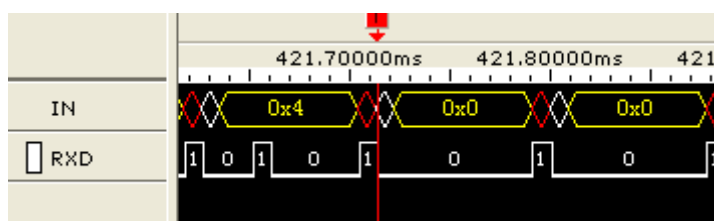

图 10.30 UART 触发例子
5. **效果图。**例子中设置UART数据触发，数据是4。如图 10.30所示，当遇到UART的数据为4时就开始触发。